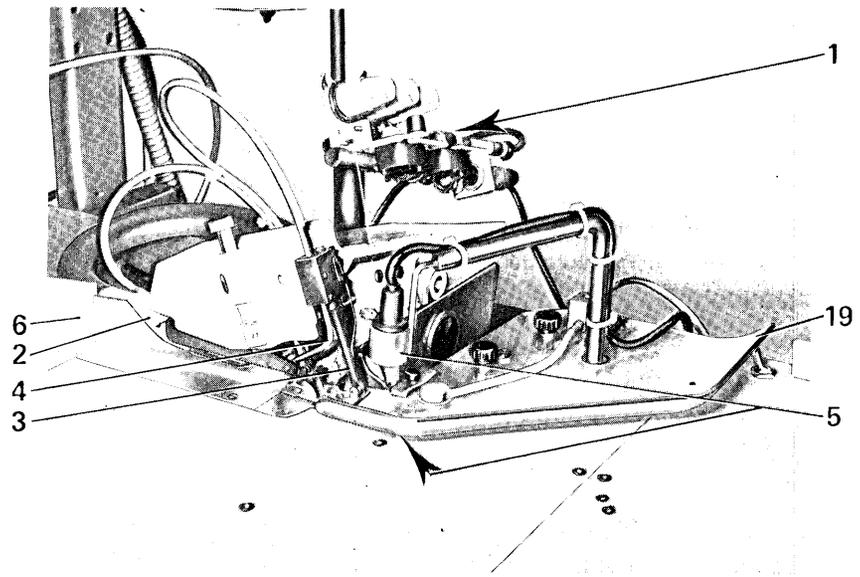

Fig. 2
- a) Una testa cucitrice (fig. 2) classe 327 e precisamente:
- b) Un dispositivo "casce-fil" per il controllo della rottura fili dell'ago e del crochet (1 fig.2)
- c) Un'apparecchiatura tipo 135 per il taglio della catenella (2 fig.2).
- d) Un dispositivo per tenere sollevata la prua del piedino premistoffa (3 fig.2)
- e) Un dispositivo soffiatore per facilitare lo scorrimento del tessuto lungo il fianco del dispositivo taglia catenella (4 fig.2)
- g) Un fotodiiodo con relativa lampada di illuminazione (5 fig.2), che da il consenso per l'avvio del ciclo di cucitura e comanda, alla fine della cucitura, l'arresto della testa cucitrice, la discesa del pressello, l'impilatura e il conteggio dei semilavorati.
- h) Una guida a L a posizione regolabile posta dietro la testa cucitrice (6 fig.2)
- s) Guida ad "U" direzionale del tessuto (19 fig.2), fissata al piano di alluminio posta anteriormente alla testa cucitrice (per la scelta del tipo di guida vedi tavola 3)
- Liberare un azionatore del casse-fils (1 fig.2) in modo da impedire l'azionamento della testa cucitrice
Normalmente i blocchetti vanno inclinati rispetto la direzione di trasporto con una inclinazione eguale a quella della guida a "L" (6 fig.2).